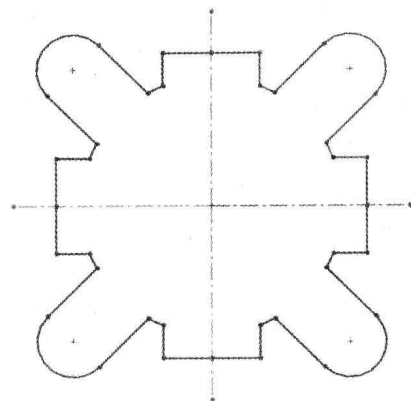

图 2-9 气缸体截面草图
Step9 退出草图并保存文件。单击“草图”工具栏中的“退出草图”按钮, 最终生成的草图如图 2-9 所示；单击“标准”工具栏中的“保存”按钮, 将文件保存为“气缸体截面草图.sldprt”。